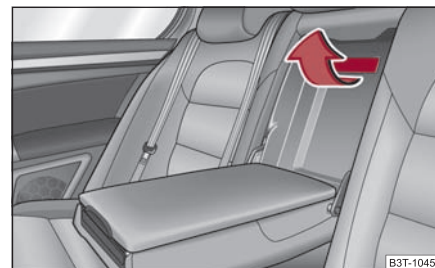

Fig. 120 Asientos traseros: Asidero de la tapa
- Tire del tirador hacia arriba hasta el tope y abata la tapa hacia abajo ⇒ página 103, fig. 120.